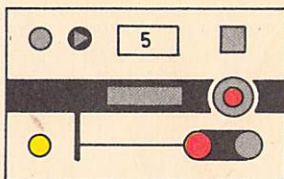

Bild 38
- (7) Bei der Hilfsauflösung der Ausfahrzugstraße werden die Zentralblockabschnitte nicht aufgelöst; die Zentralblocksignale bleiben in Fahrtstellung. **Hilfsauflösung der Ausfahrzugstraße**
- (8) Das Zentralblocksignal am Anfang eines Blockabschnittes wird mit Besetzen des Blockabschnittes auf Halt gestellt; der Festlegeüberwachungsmelder erlischt. Der Blockabschnitt wird aufgelöst, wenn er geräumt ist; der Gleisverschlußmelder und der Zielfestlegemelder erlöschen. **Auflösen der Blockabschnitte**
- Vor- und Rückblockmeldung** (9) Mit dem Besetzen des ersten Blockabschnittes in zulaufender Richtung bzw. der Auflösung des letzten Blockabschnittes in ablaufender Richtung ertönt kurzzeitig ein langsam schlagender Wecker als Vor- bzw. Rückblockmeldung.
- Auf Halt stellen der Zentralblocksignale** (10) Fahrt zeigende Zentralblocksignale können durch Bedienen der Signalhaltgruppentaste und der Signaltaste auf Halt gestellt werden. Vor der erneuten Fahrtstellung ist der zugehörige Blockabschnitt durch Bedienen der Zentralblockhilfstaste und der Zieltaste des Blockabschnittes (Signal- bzw. Streckentaste) aufzulösen.
- Sperren und Entsperren der Zentralblocksignale** (11) Ein Zentralblocksignal kann durch Bedienen der Signalsperrtaste und der Signaltaste in der Haltstellung gesperrt werden; der Sperrmelder leuchtet gelb (vgl. Bild 38).